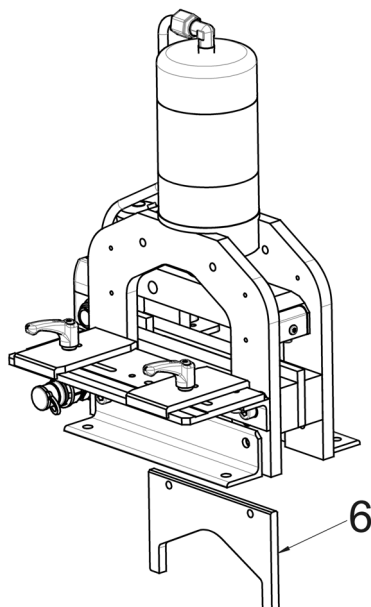

Рис. 13: Удаление ножа
- Затем вынуть нож с нижней стороны блока резки (рис. 13, 6). При этом обратите внимание, что нож имеет острые края.